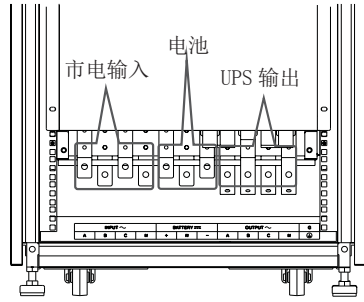

图 5-9
- 2) 将 UPS 输入、输出配线和电池配线穿过防鼠板上的出线胶圈，按标识接到对应的铜条上（铜条上的标识如图 5-9）。